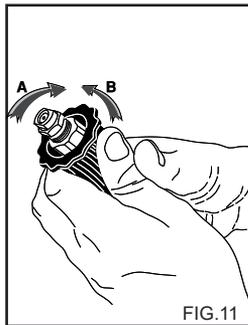

FIG.11
**UTILISATION DU BOUTON DE REGLAGE (fig. 11)**